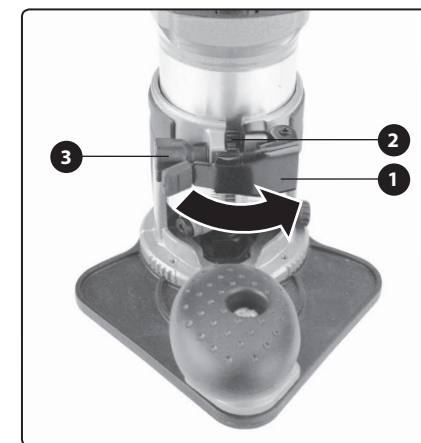

Abb. 17
- Öffnen Sie den Hebel der Führungsgrundplatte (Abb. 17, Position 1) und setzen Sie die Antriebseinheit so in die Grundplatte ein, dass sich das Rad in der Führungsgrundplatte an der Stelle der Führungsnut an der Antriebseinheit befindet (Abb. 17, Position 2). Senken Sie dann den Hebel an der Führungsgrundplatte zurück und nun kann ein Staubabsaugadapter auf die Führungsgrundplatte aufgesetzt werden (Abb. 17). Stellen Sie mit dem Rad (Abb. 17, Position 3) die Frästiefe ein.